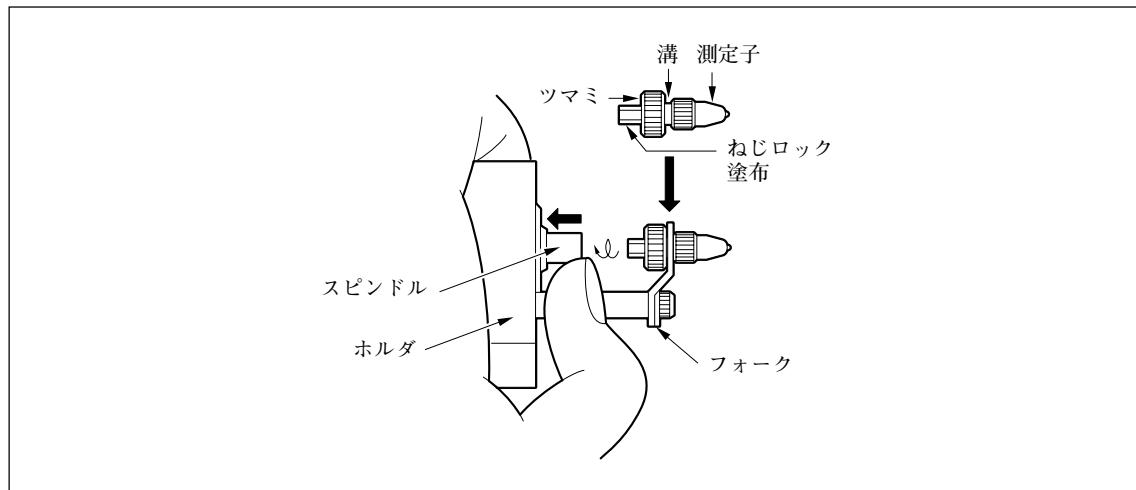

Fig. 5 測定子の取付け
3. 次に測定子を取付けます。スピンドルを片手の指で奥まで押し込み、もう一方の手で測定子とツマミの間の溝をフォークのU字溝に差込み、そのまま、スピンドルにねじ込みます。(Fig. 5)